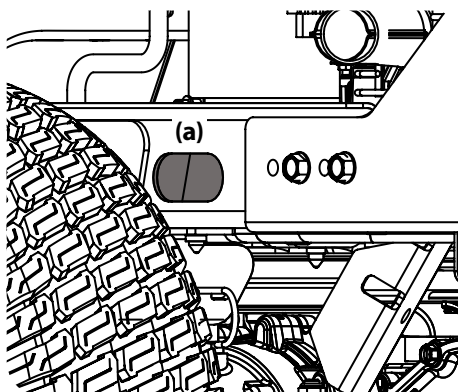

Figura 4-3
- Presione el tubo de drenaje de aceite (que acompaña este manual) sobre el orificio de drenaje. Coloque el extremo libre de la manguera en un recipiente de recolección de aceite adecuado con una capacidad de por lo menos 2,5 cuartos de galón para recoger el aceite usado. Algunos modelos están equipados con una ranura (a) en el lado izquierdo del bastidor para dirigir el drenaje de aceite a través de esta. Vea Figura 4-3.